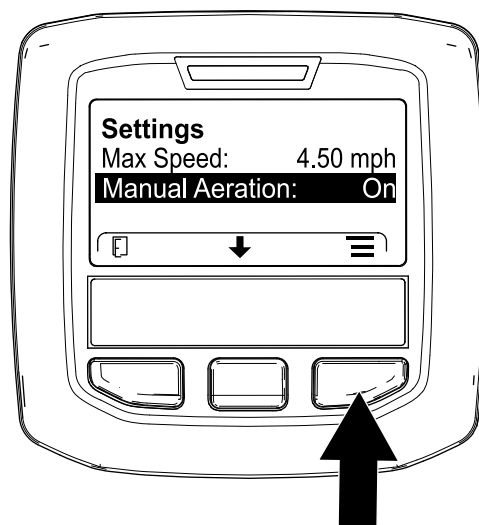

Figura 124
5. Pulse el botón central del InfoCenter hasta que se seleccione la opción MANUAL AERATION (Aireación manual) y pulse el botón derecho (Figura 124) para ajustar la aireación manual en ON (Encendida).